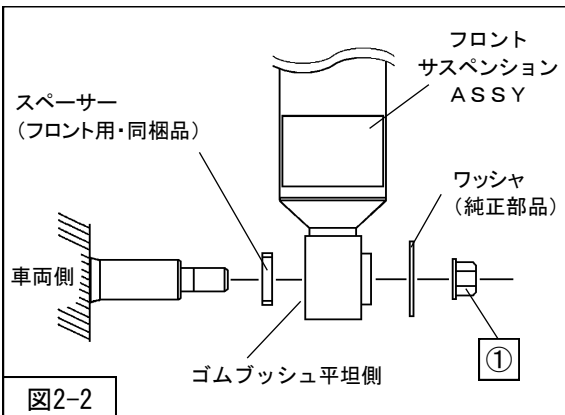
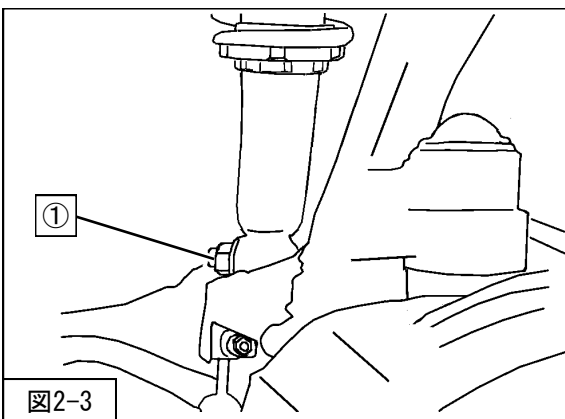

図2-2
図2-3
- 2. フロントサスペンションASSYロア取付け部の車両側のシャフトにスペーサー（フロント用・同梱品）を取付けてください。（図2-2）
①フロントサスペンションASSYロア取付ナット
を取付けてください。（図2-2・図2-3）